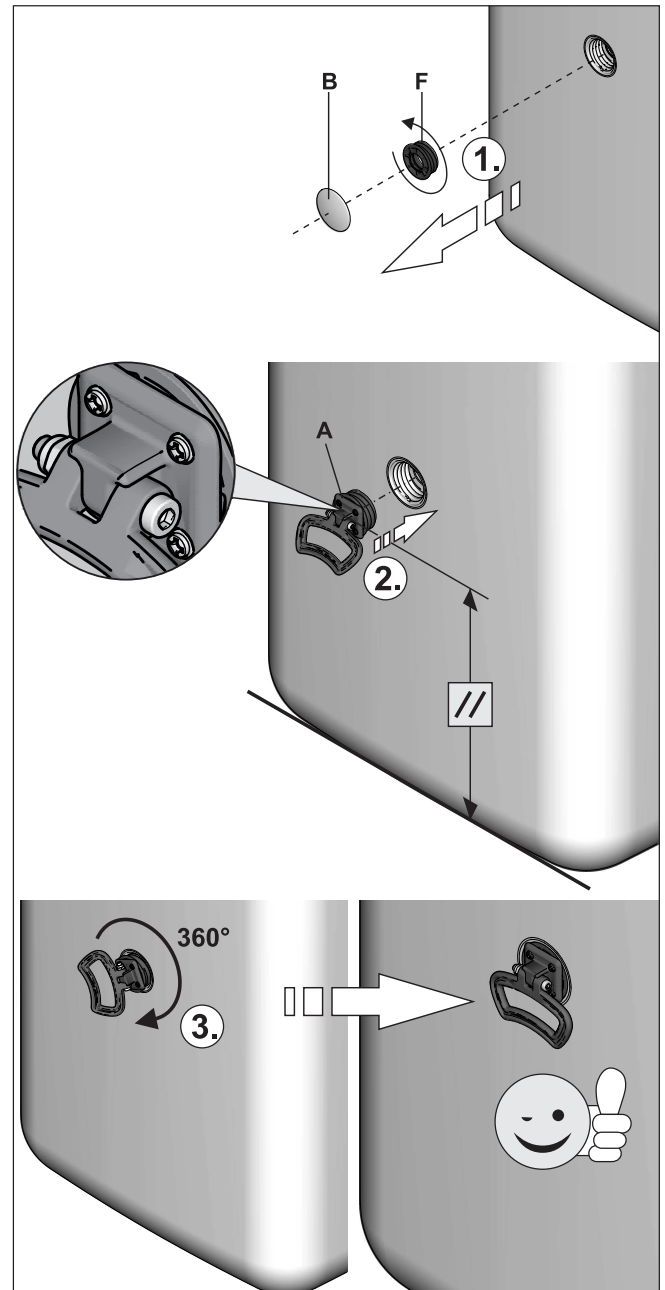

Fig. 44-6 Montar los mangos
- En el depósito acumulador, quite los paneles protectores (Fig. 44-6, pos. B) y desenrosque las piezas roscadas (Fig. 44-6, pos. F) de los orificios en los que deben montarse los mangos.
- Atornille los mangos (Fig. 44-6, pos. A) en los orificios roscados libres.